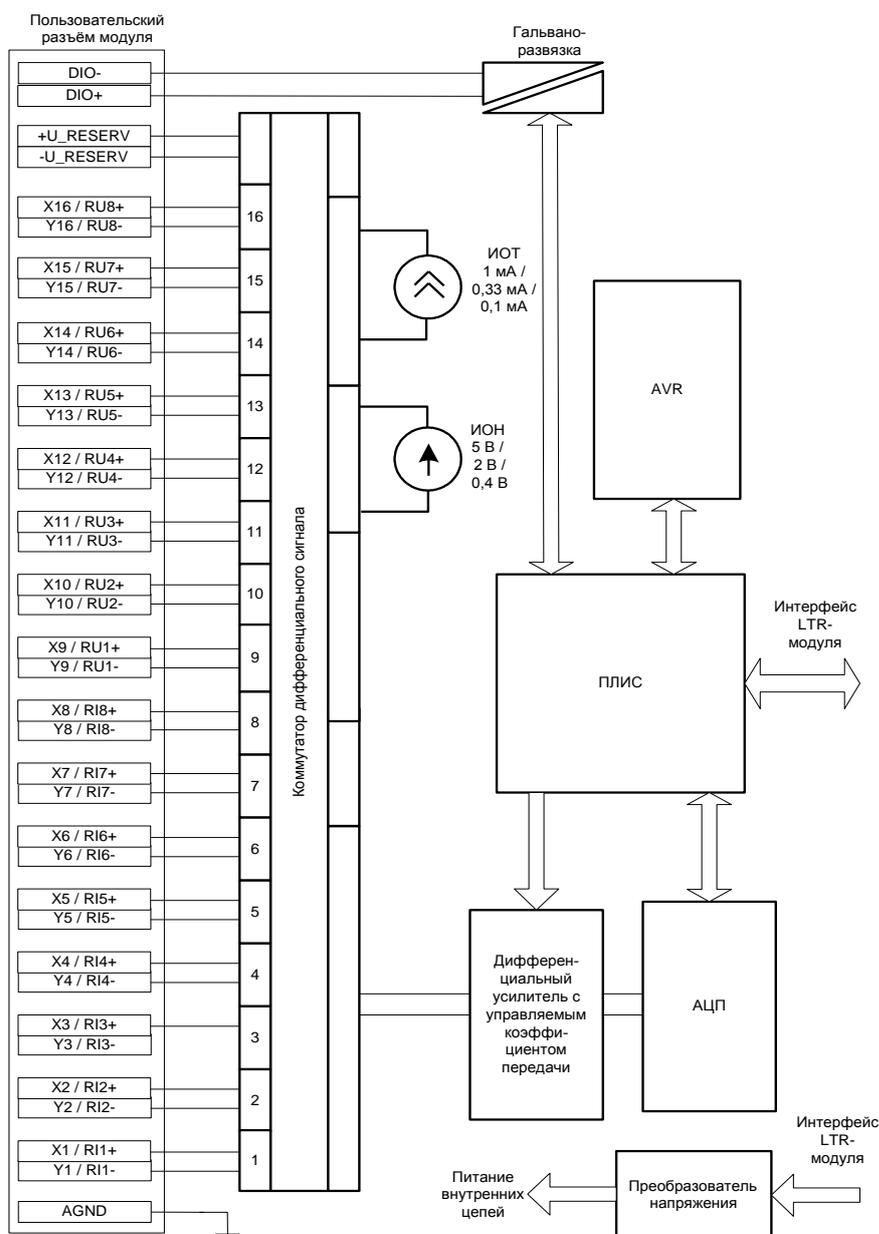

Рис. 16-2. Функциональная схема LTR114
Функциональная схема модуля LTR114 (рис. 16-2) содержит:
- Узел контроля входных сигнальных цепей (на рис. 16-2 не показан). Его эквивалентная схема рассмотрена в п. 16.4
Электронный коммутатор (рис. 16-2) предназначен осуществлять коммутацию: